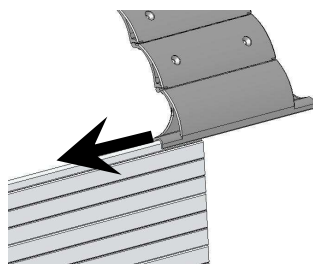

fig. 3
5. Positionner les DVA aux deux extrémités à 10 cm du bord du tablier (*voir fig. 3*). Si le repère nécessite plus de 2 DVA, les répartir de façon homogène sur l'axe
7. Fixer les DVA avec les vis TF 5 x 10 livrées dans le colisage (*voir fig. 3*)